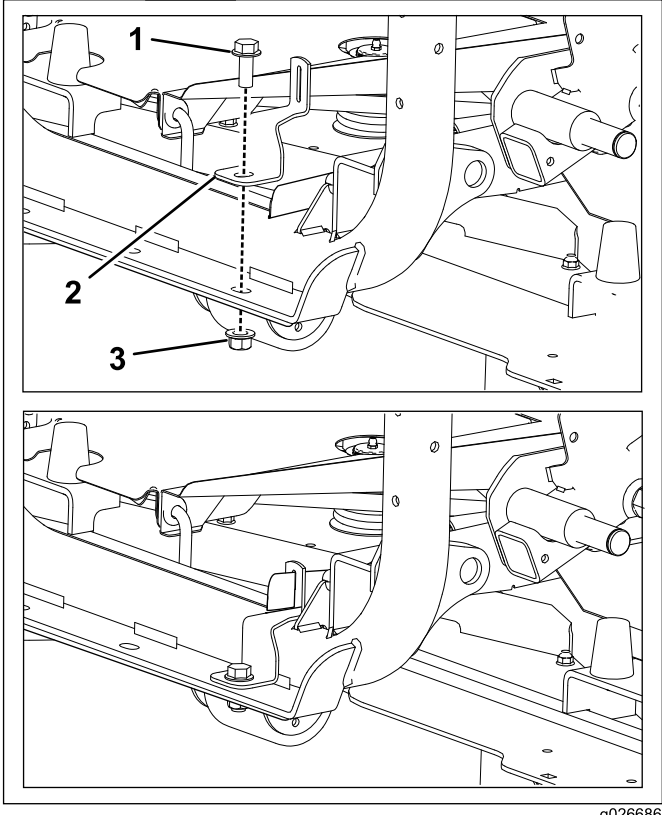

Figura 7
2. Instale el soporte del protector en el lado derecho del bastidor con el perno y la tuerca que retiró en el paso anterior (Figura 7).